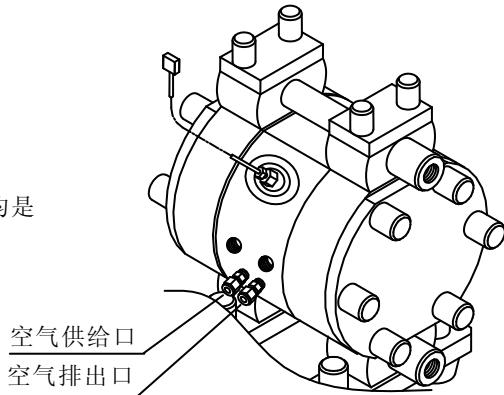

Fig. 4.5
- 1)请在泵上连接冷却喷嘴。连接位置请参照[1.各部的名称和材质]及Fig.4.5。